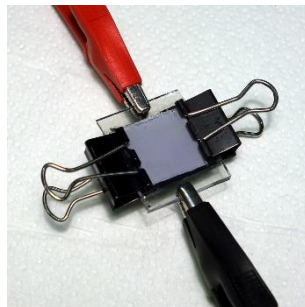

Abbildung 5
7. Kontaktiere die Solarzelle mit den Krokodilklemmen (Graphit-Elektrode am positiven Pol,  $\text{TiO}_2$ -Elektrode am negativen Pol wie in Abb. 5)